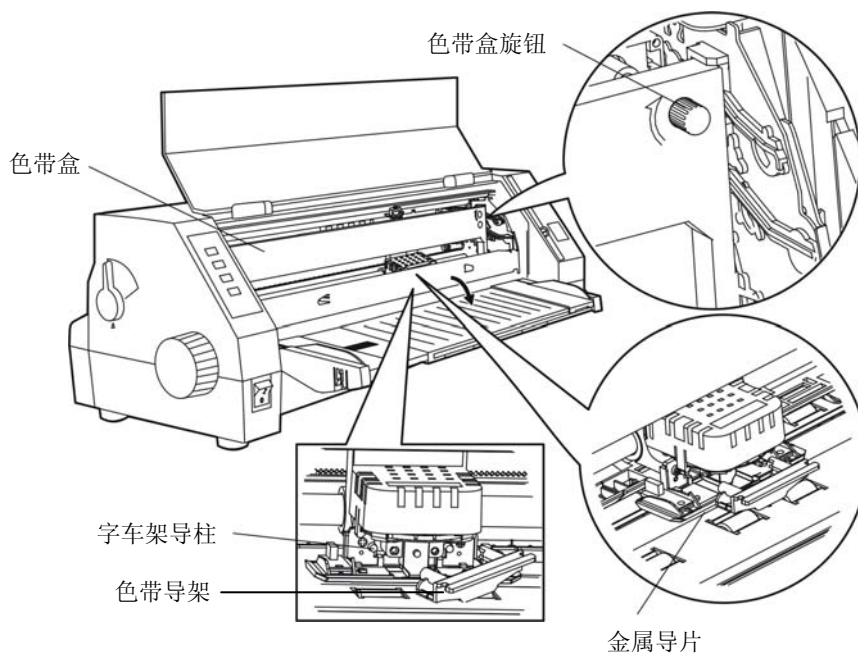

图 2-9 安装色带盒
7. 如图 2-9 所示，抓住色带盒的两边，使色带盒两边的卡扣对准打印机两侧的安装槽，稍用力向前推进，直到完全卡到位。然后将色带导架上的两个圆孔对准字车架上的两个导柱，按压到位。